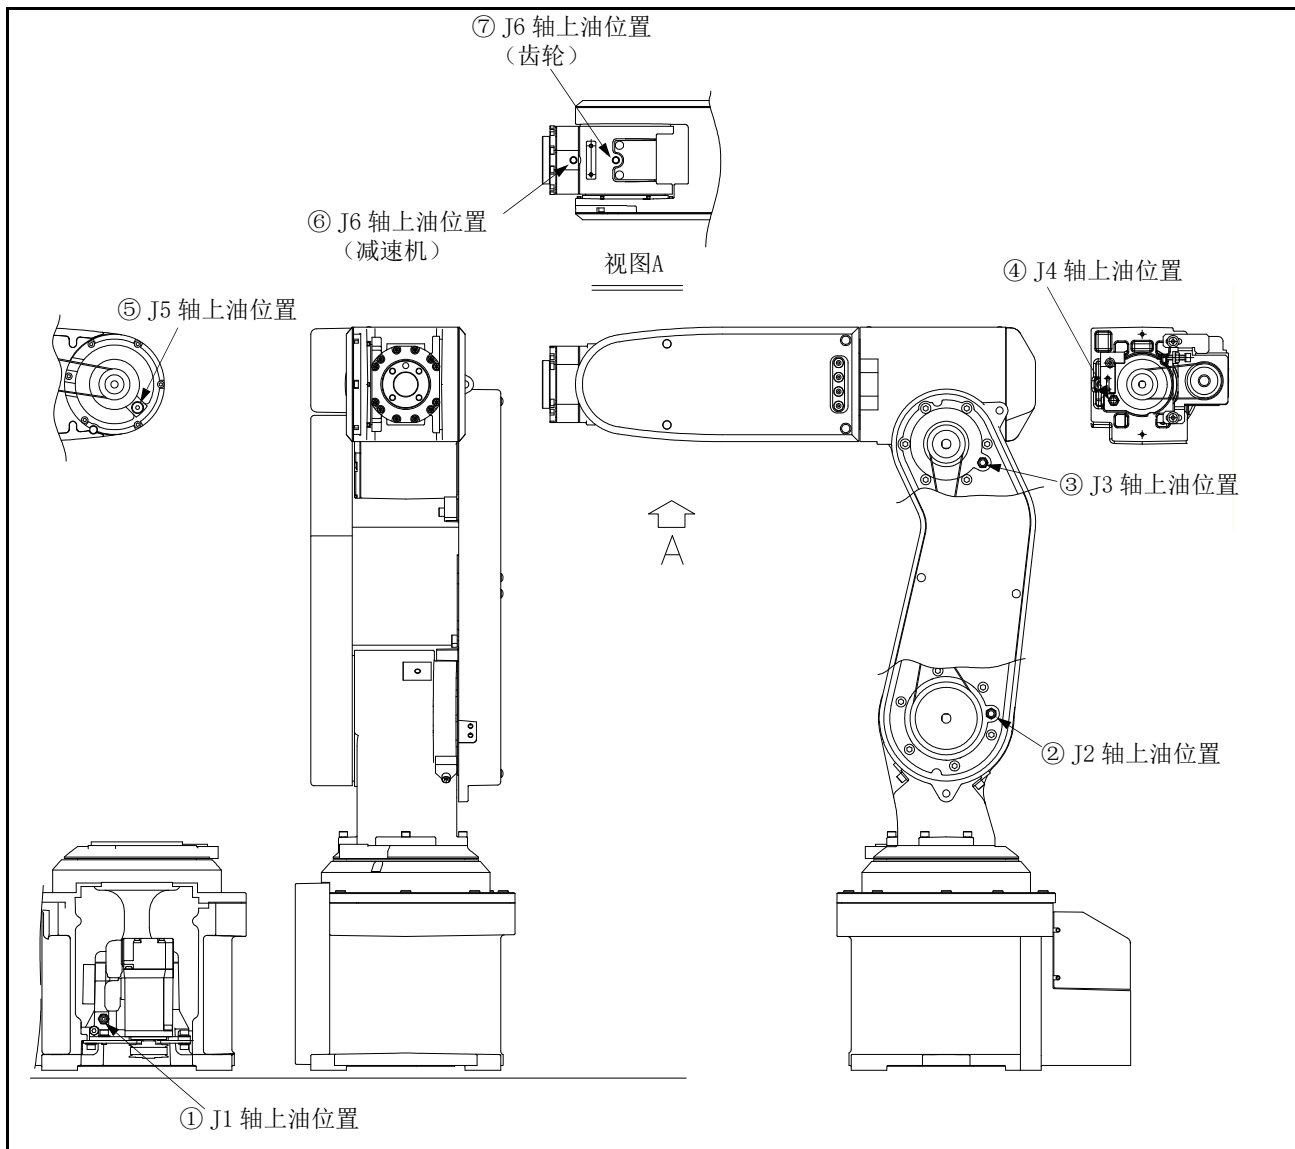

图 5-27：上油位置（RV-2FR 系列）
油脂喷嘴的位置如图 5-27 所示。此外，各轴的上油规格如表 5-10 所示。
- 表 5-10 的编号与图 5-27 的编号相对应。
- 1) 设为图 5-27 所示的姿势。
- 4) 卸下⑤ J5 轴上油位置、⑥ J6 轴上油位置（减速机）、⑦ J6 轴上油位置（齿轮）的螺栓后，安装附带的油脂喷嘴。应以 $4.7\text{N}\cdot\text{m} \sim 6.3\text{N}\cdot\text{m}$ 的力矩拧紧油脂喷嘴。
- 6) 卸下⑤ J5 轴上油位置、⑥ J6 轴上油位置（减速机）、⑦ J6 轴上油位置（齿轮）的油脂喷嘴后，安装原配螺栓。应以 $4.7\text{N}\cdot\text{m} \sim 6.3\text{N}\cdot\text{m}$ 的力矩拧紧螺栓。